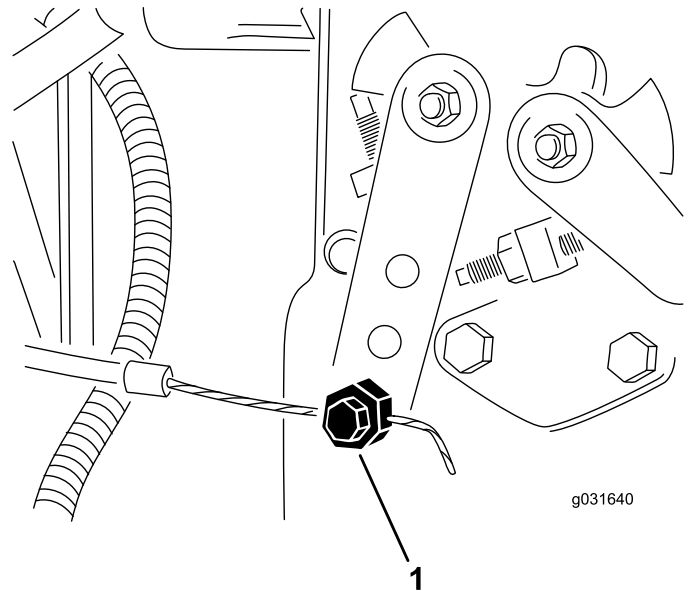

Figure 58
2. Desserrez le connecteur du câble d'accélérateur sur le bras du levier de la pompe d'injection (Figure 58).